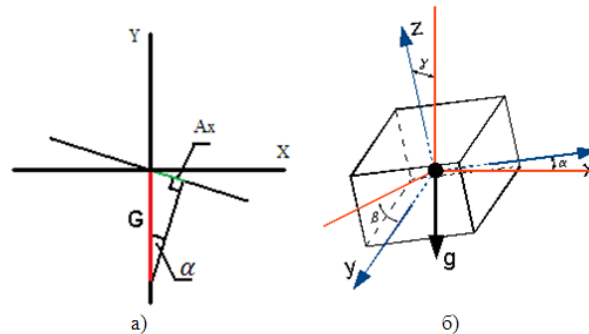

Рис. 1. Визначення кутів крену, тангажу і ристання акселерометром: а) одновимірний випадок, б) тривимірний випадок
Тому, періодично необхідно коректувати значення обчислених кутів. Для такого коректування використовується акселерометр, що вимірює проекцію прискорення на чутливу вісь. Іншими словами на виході акселерометра ми маємо значення суми проекції прискорення вільного падіння (G) і проекції абсолютного прискорення об'єкта на чутливу вісь (рис. 1).